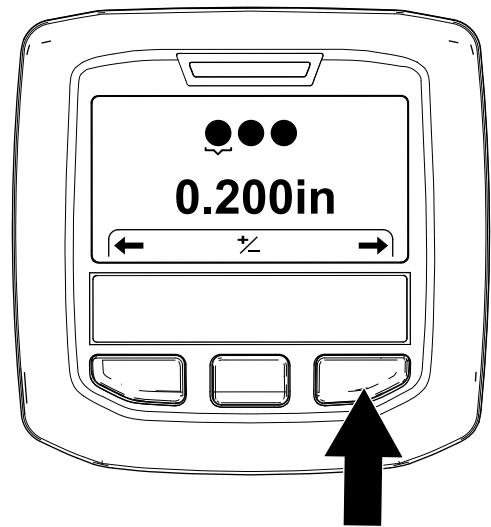

図 49
5. インフォセンターの右ボタンを押して「タインの直径設定」Setting the Tine Diameter画面を出す 図 49。